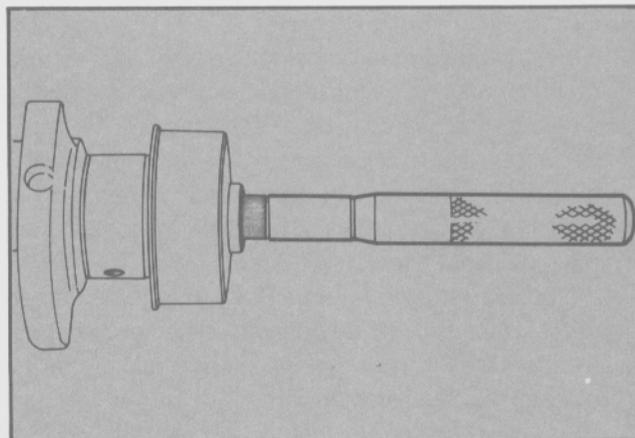

Fig. 38 - Instalación del cojinete de agujas en el cigüeñal
- Introducir un nuevo cojinete de agujas en el cigüeñal, utilizar la herramienta T74G-7600-BAS (Fig. 38).